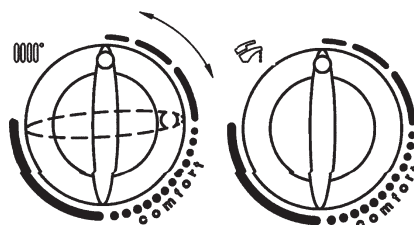

Abbildung 21B
- 2) während sich der Drehregler 6 in dieser Stellung befindet, zwei schnelle, aufeinanderfolgende Drehungen ($\sim 1/4$ Umdrehung) im Uhrzeigersinn durchführen, wie auf Abbildung 21B dargestellt.